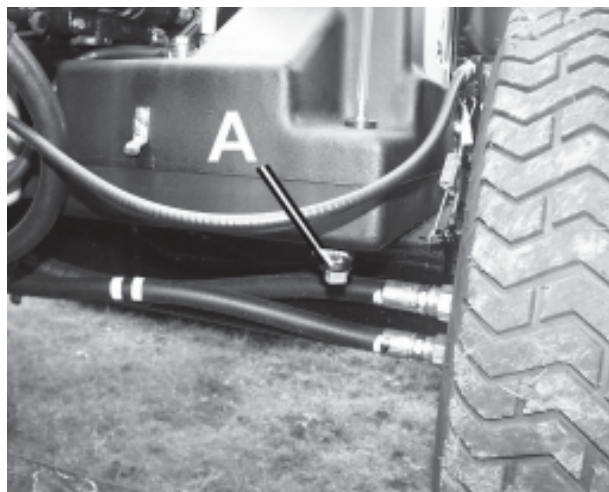

Fig. 15
1. Togliere il tappo di scarico dal fondo del serbatoio idraulico e pulire il tappo. (A(Fig. 15))